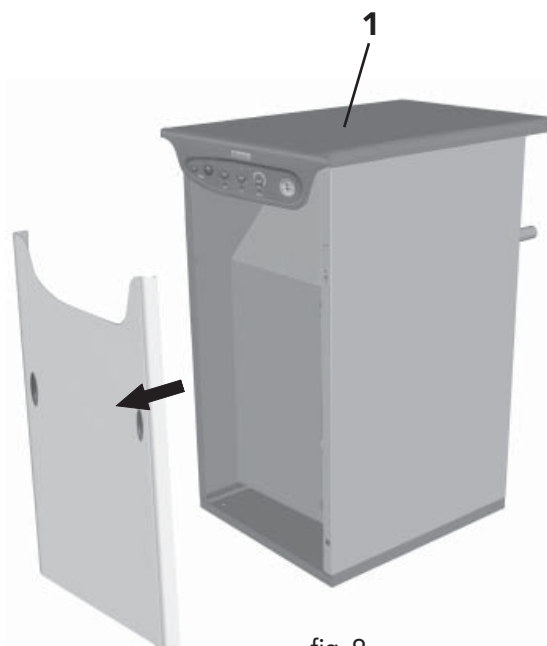

fig. 9
Para abrir el panel anterior de la caldera, véase la fig. 9.
- Quitar el panel anterior de la caldera (fig. 9).